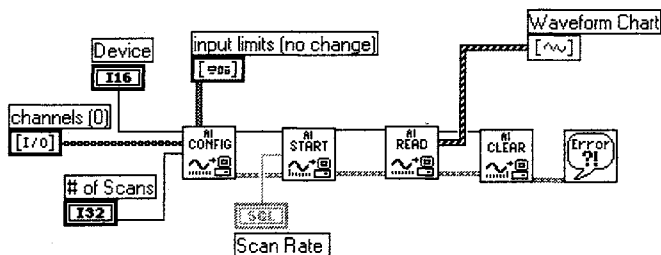

Рис. 11.36
2. Подключите источник напряжения к каналу 0. После этого соедините ВП аналогового ввода/вывода (см. рис. 11.36) в порядке, описанном ранее.